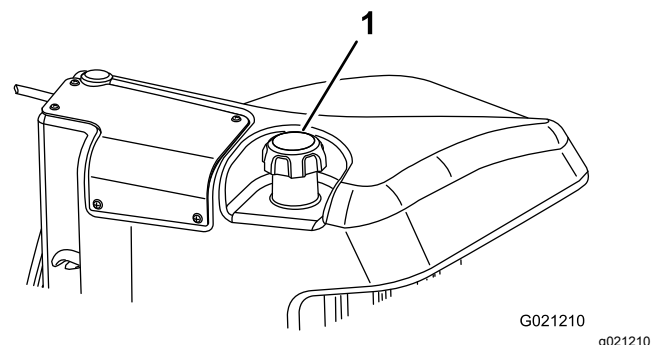

Bild 28
3. Nehmen Sie den Deckel vom Kraftstofftank ab (Bild 28).